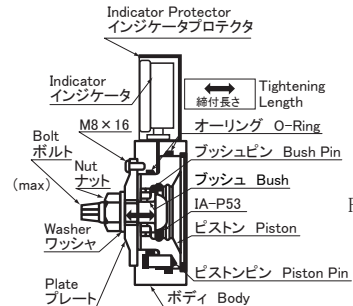
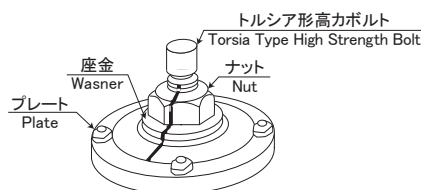

Fig.4
Fig.5 マーキング
- ① Fig.4 概略構造図のように、ボルト頭部をブッシュ側にして試験するボルトをセットします。
- ② 座金の内側面取りのある方を表にして、座金を取り付けます。
- ③ ナットをセットします。
- ④ トルクレンチ等を使用して1次締付けを行います。
- ⑤ Fig.5 に示すように、ボルト・ナット・座金・プレートにマーキングします。
- ① Set the test bolt by placing the head on the bush side as shown in Fig. 4.
- ② Mount the washer so that its chamfered inner side is set outward.
- ③ Set the nut.
- ④ Perform primary tightening by using a torque wrench based upon Table 6.
- ⑤ Mark on the test bolt, nut, washer and plate as shown in Fig. 5.